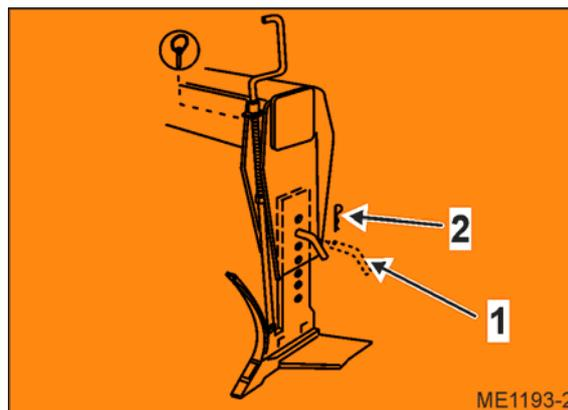

Fig. 29
6. Inserire il perno (Fig. 29/1 e fissarlo per mezzo di una copiglia a spina (Fig. 29/2). Il perno costituisce una specie di sicura meccanica dell'asta del coltre.